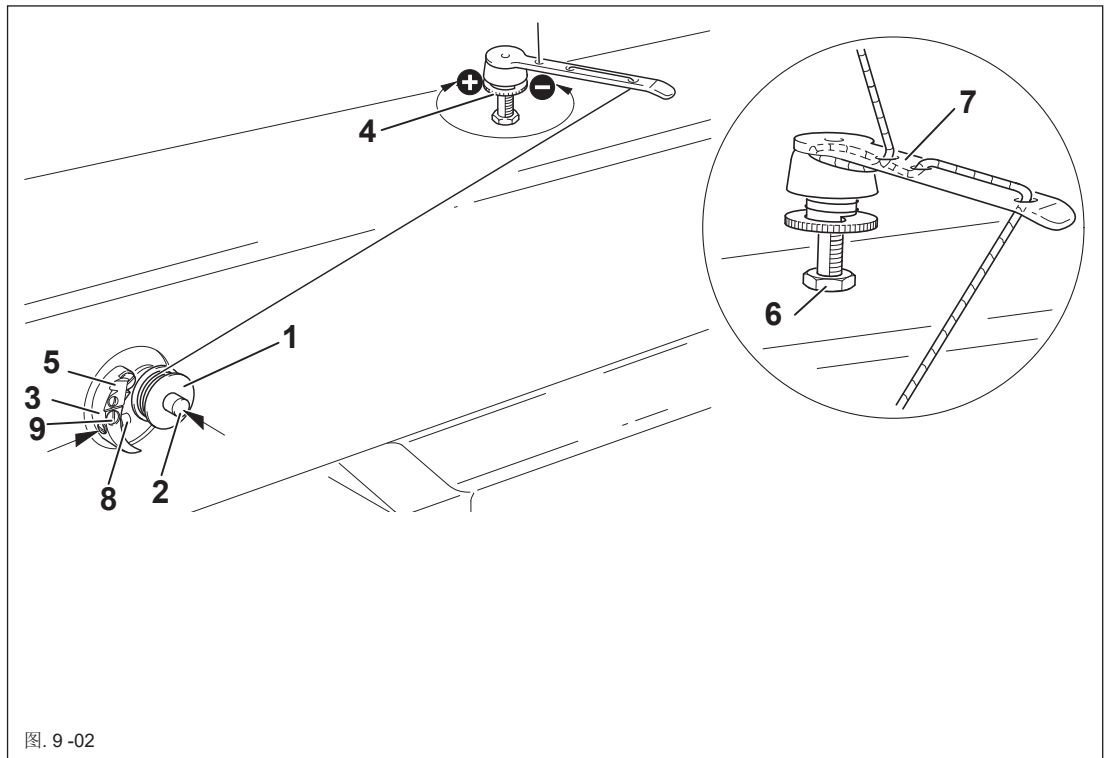

图. 9-02
- n 根据图 9-02 穿线并顺时针在梭心 1 上绕几圈。